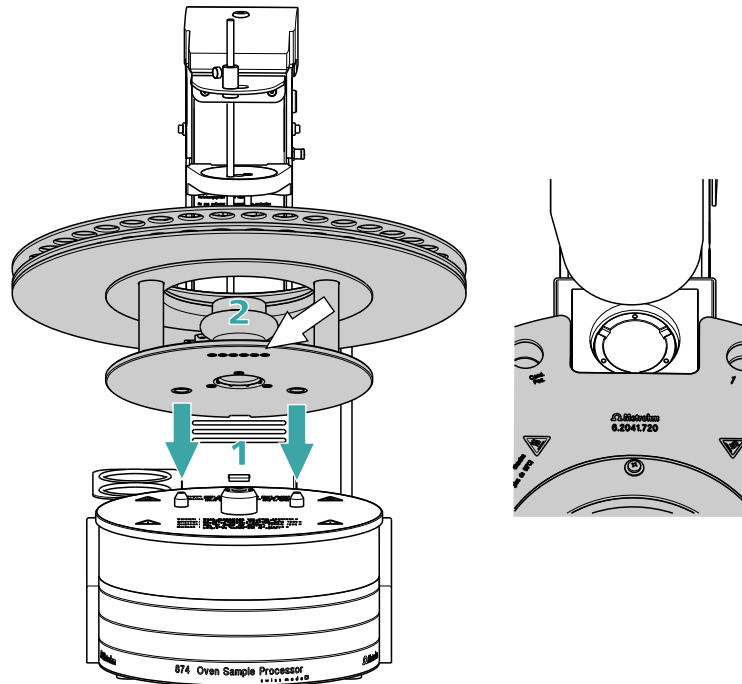

图 15 接上样品架
- 2 样品架将运动至初始位置。此时设备将读取样品架的磁性码。图 15 中的白色箭头显示出磁力支架位置。六位数的磁性码用于确认样品架类型。样品架上的样品位置和可能的特殊杯位均借助样品架类型来进行定义。